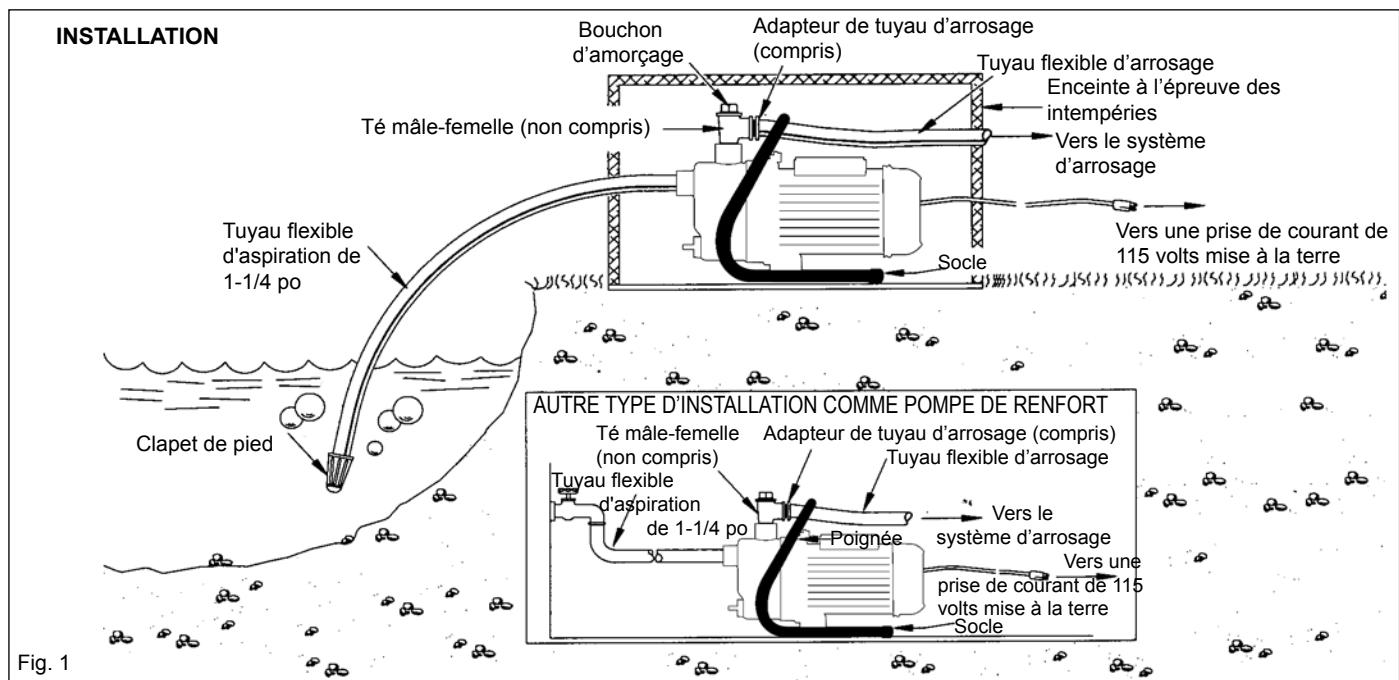

Fig. 1
- c) **Canalisation de service :** La conduite d'approvisionnement devrait être raccordée de la manière illustrée dans la Figure 1. Le diamètre de cette conduite dépend entièrement de la quantité d'eau requise et de la longueur du tuyau. Le diamètre du tuyau choisi devrait être suffisant pour que la perte par frottement (déterminée à partir du Tableau 2) ne dépasse jamais 20 pieds (6 mètres) de refoulement.